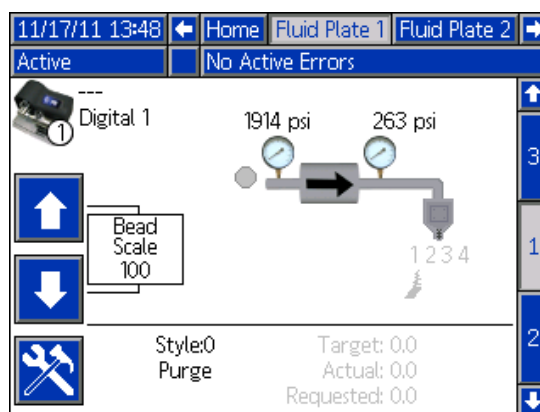

Рис. 33
4. Запишите объем раздачи, узел раздачи жидкости х, экран 1 См. Рис. 33 на стр. 47.
- Запишите объем раздачи, узел раздачи жидкости x, экран 1 См. Рис. 33 на стр. 47.